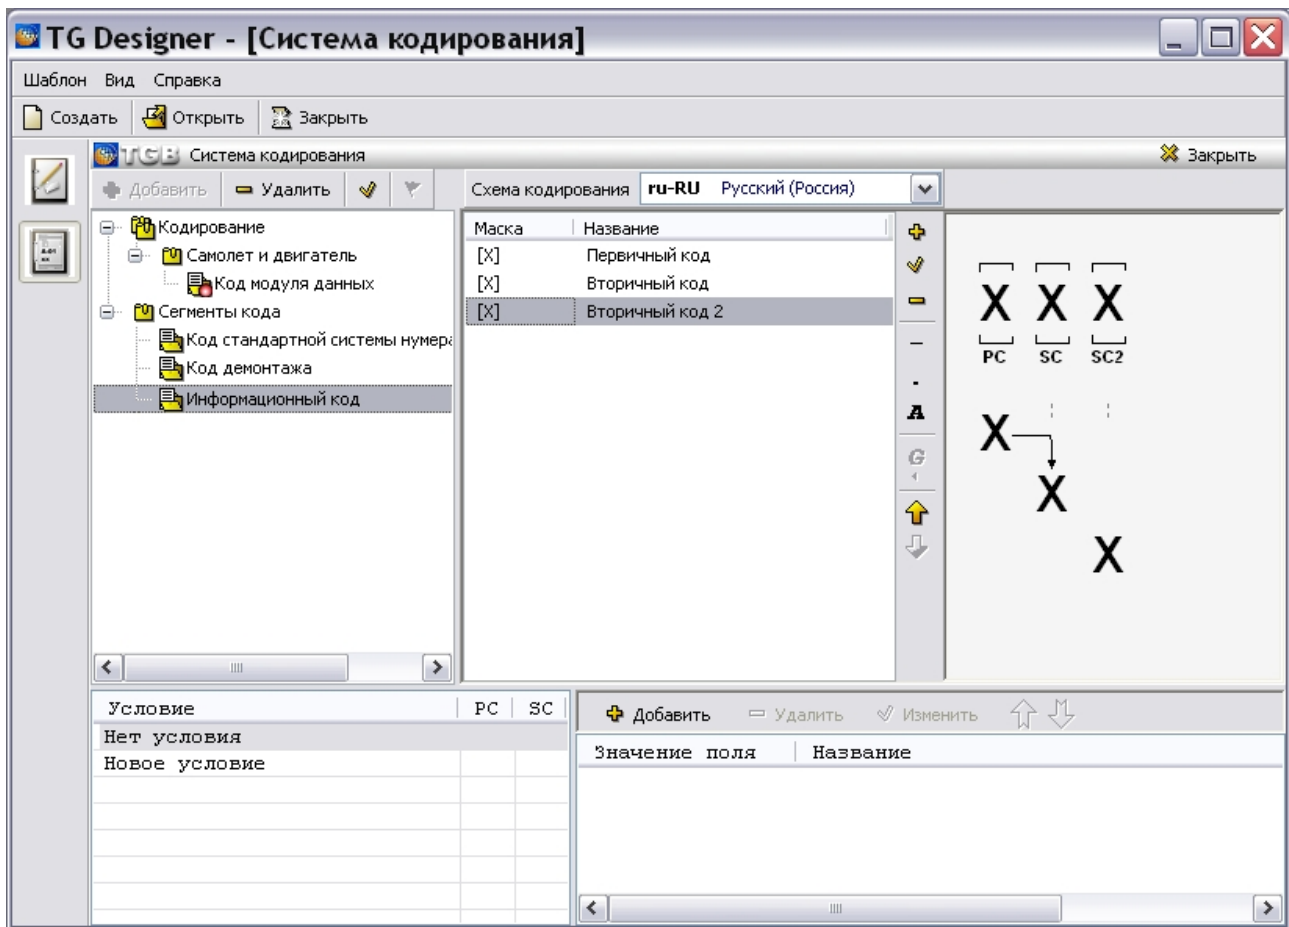

Рис. 2.38
1. На вкладке **Схема кодирования** выделите строку **Вторичный код 2** (Рис. 2.38).
2. В левом нижнем окне редактора в столбце **Условие** выделите **Новое условие** (Рис. 2.38).